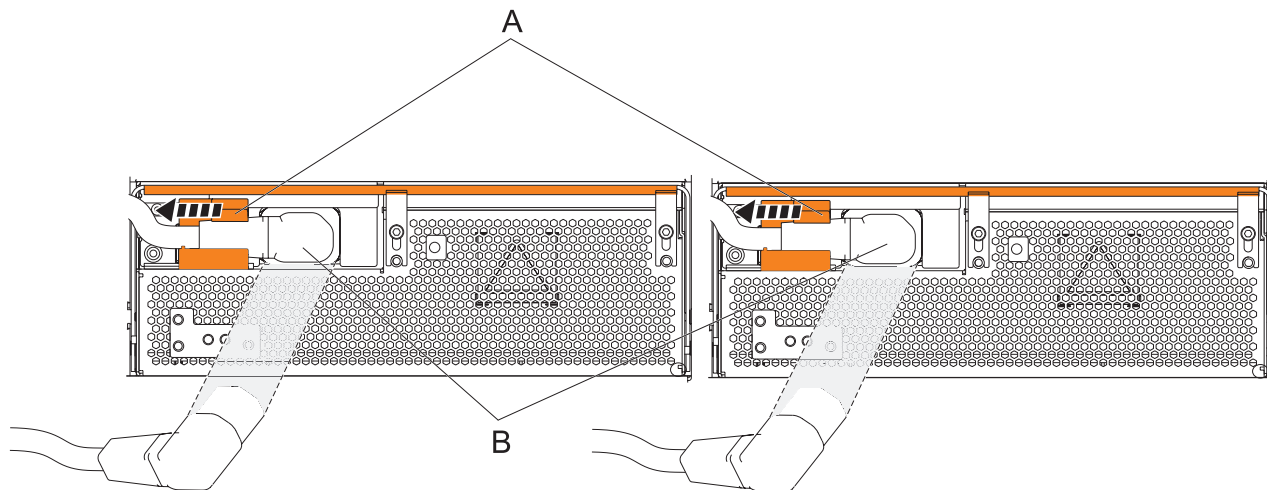

Figura 84. Desconnexió dels cables d'alimentació de l'OCA
- a. Desplaceu les peces de subjecció dels cables d'alimentació **(A)** que hi ha a la part frontal dels dos OCA cap a l'esquerra. Consulteu Figura 84 a la pàgina 127.